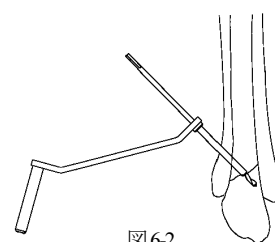

図6-2
②3.5-2.5 ラグスクリュー法ドリルガイドの2.5 ドリルガイド側を穴に差し込み、2.5 ドリルにてドリリングします。（図6-2）